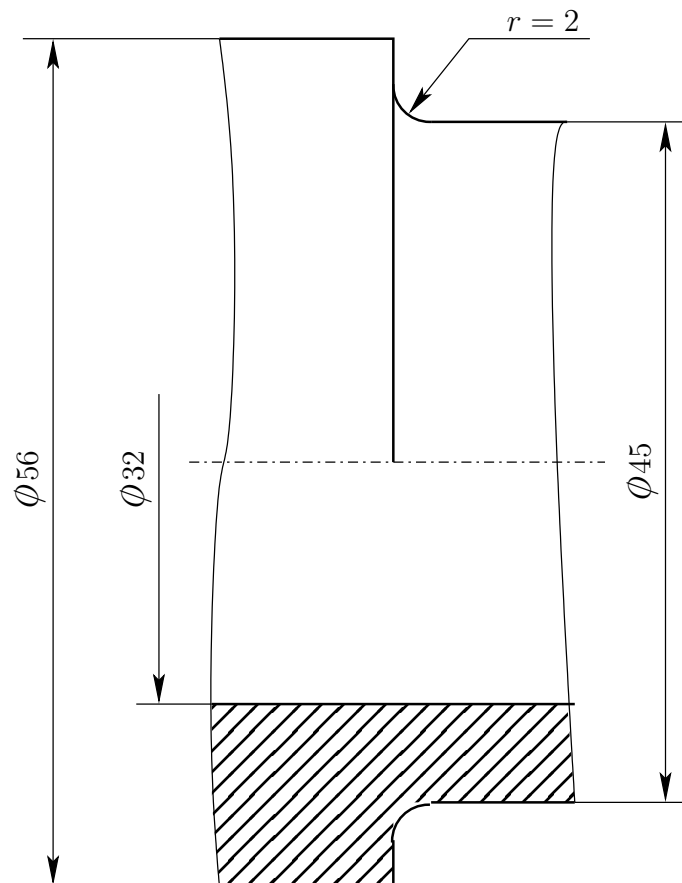

FIG. 9 – Demi section de l'arbre (2) montrant la section considérée pour les calculs de contraintes.
6) On considère la section épaulée de l'arbre (2) zoomée sur la FIG. 9. On souhaite qu'elle résiste aux sollicitations suivantes :